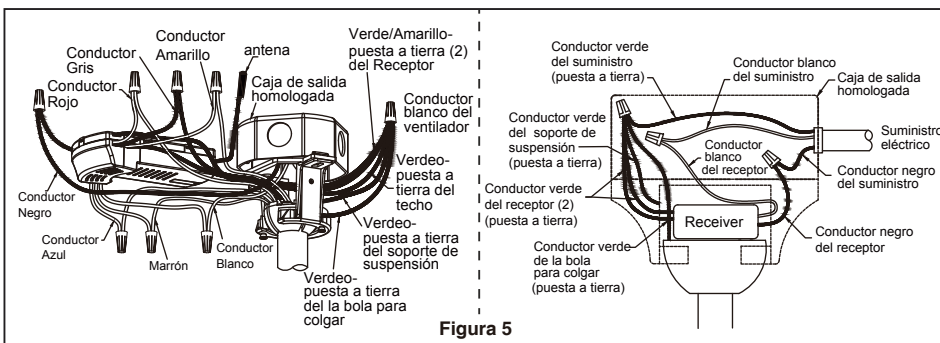

Figura 5
5. Pase los cables a través de la cubierta de unión del motor, la cubierta para el tornillo y el capuchón. (Figura 5)
- ☐ 4. Una vez haya hecho las conexiones, coloque los cables hacia arriba y empujuelos cuidadosamente hacia dentro de la caja de la toma de corriente, poniendo los cables blancos y verdes a un lado de la caja y los negros hacia el otro lado. Los cables deben ser colocados de forma extendida poniendo el conductor de la toma de tierra y el conductor de toma de tierra del equipo a un lado de la caja, colocando el conductor sin toma de tierra en el otro lado de la caja. (Figura 5)
- ☐ 5. Asegure el vidrio en la la ensamble de la placa de iluminación girándolo en el sentido de las agujas del reloj. Gire el vidrio gradualmente **hasta que encaje en la ensamble de la placa de iluminación**. Sin apretar demasiado. (Figura 5)
- ☐ 5. Para configurar el código del mando a distancia a las mismas posiciones que en el receptor. Mueva los interruptores de código hasta colocar el código de selección en la posición arriba o abajo. Con un destornillador pequeño o con una lapicera (no se incluye) deslice firmemente hacia arriba o hacia abajo. (Figura 5)